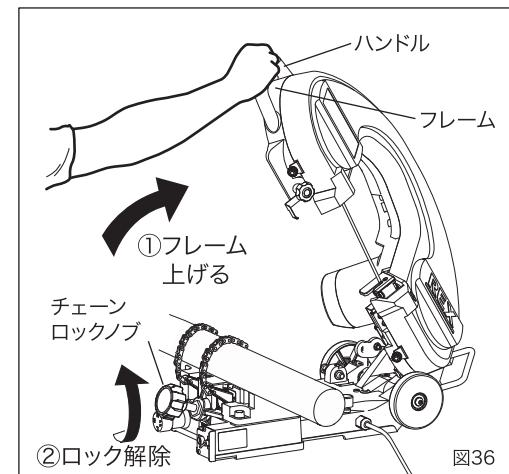
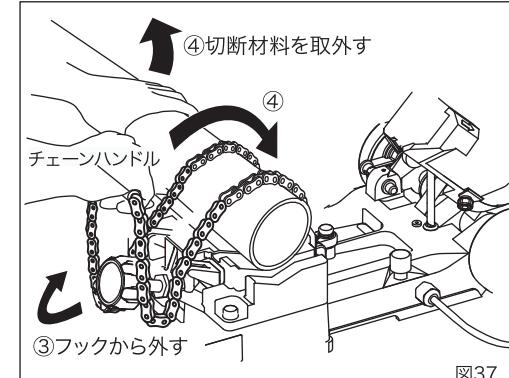

図36
図37
4. 切断材料取外し(図36～図37)
XB180WS(チェーンバイス)の場合 (図36、図37)
- ①ハンドルを持ち、フレームを最上部まで上げてストッパーでフレームが止まるのを確認します。(図36)
- ②チェーンロックノブを反時計方向に回して、フックを最上部まで上げます。(図36)
- ③チェーンハンドルを持ち、フックからチェーンを外します。
(図37)
- ④切断材料を取外します。(図37)